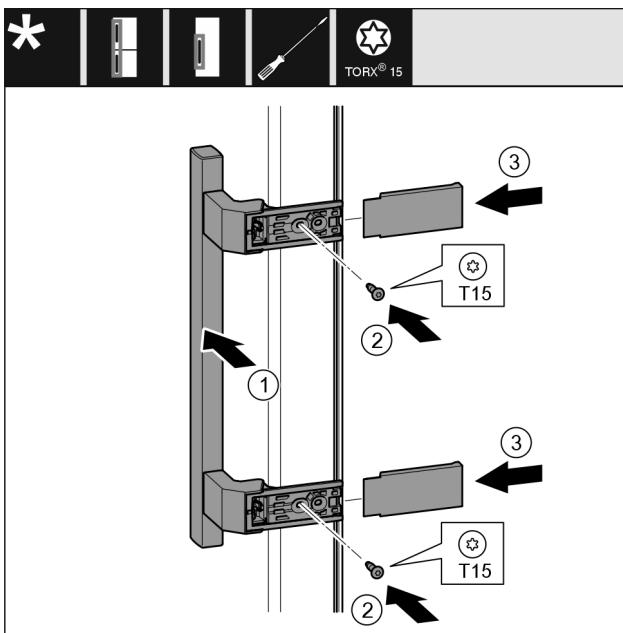

Fig. 19
- ▶ Placer la poignée Fig. 19 (1) du côté opposé.
- ▶ Serrer les vis Fig. 19 (2) avec un tournevis.
- ▶ Placer les caches Fig. 19 (3) sur le côté et les faire glisser.